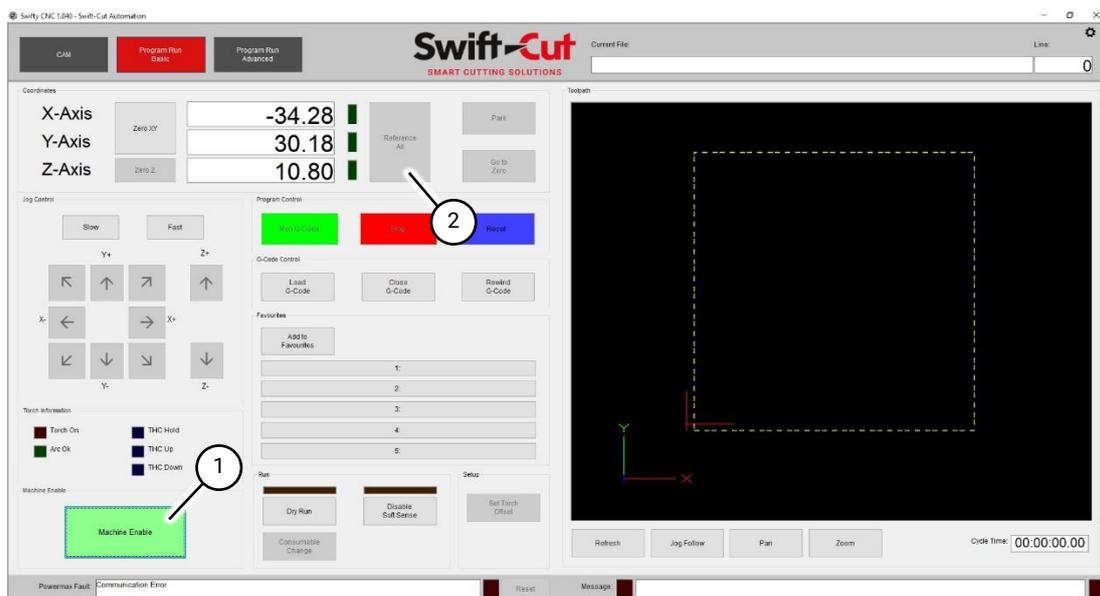

Abb. 64 Bildschirm: Swifty-CNC Basis-Programmdurchlauf
3. Drücken Sie die Taste „Reference All“ (Alle referenzieren) (Abb. 64 (3)). Dadurch befindet sich die Maschine in der hinteren linken Ecke. Dies muss vor jedem weiteren Vorgang erfolgen, wenn die Swifty-CNC-Software geöffnet oder die Maschine neu gestartet wird.